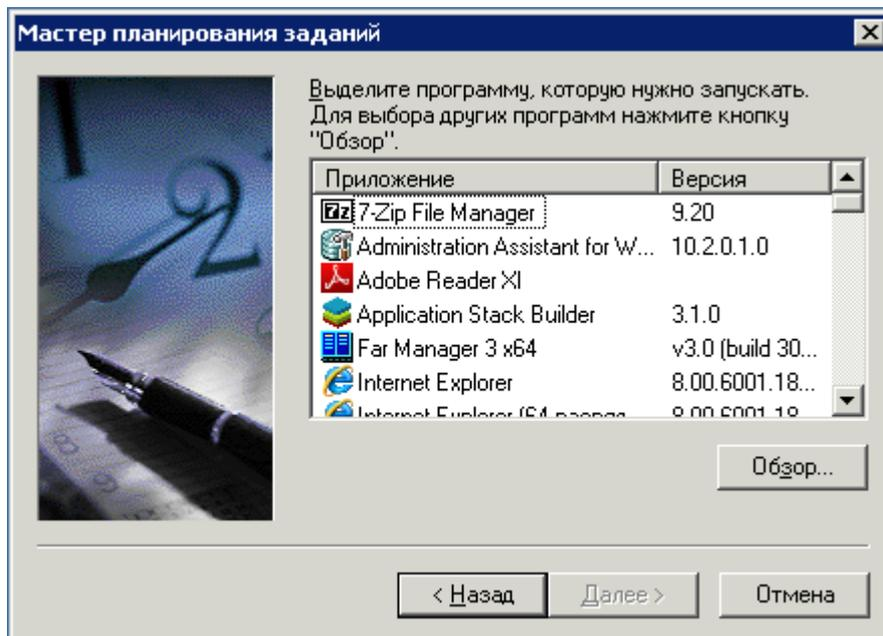
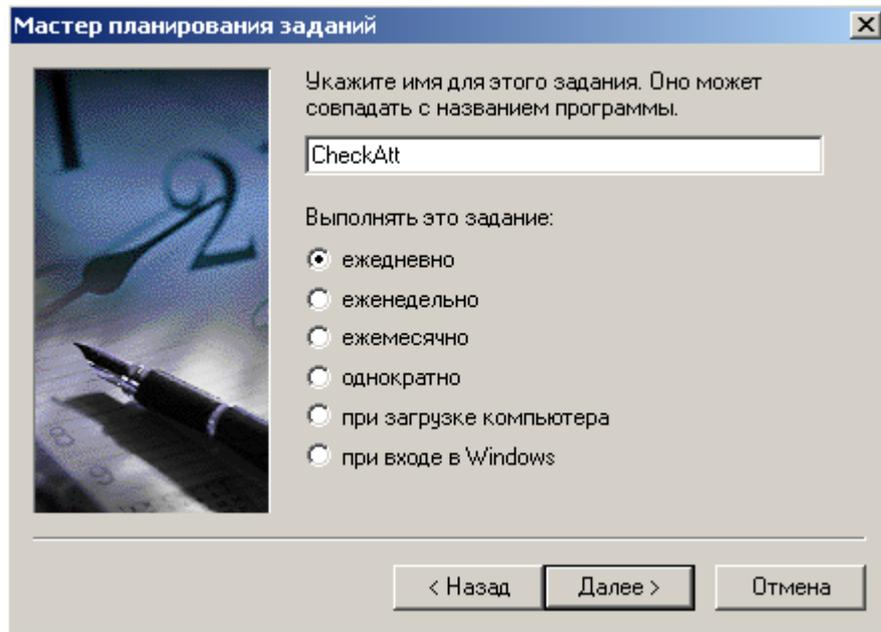

Рис. 11.
Рис. 12.
3) Нажать кнопку **Далее**. Откроется окно (рис. 11). Нажать кнопку **Обзор**, выбрать файл **CheckAtt.exe** (или **CreateMessagePTO\_CP.exe**, **CheckProvT.exe**, **DeleteSchedule.exe**, **RSchedule.exe**) из папки `\\SSD3\scheduled tasks\Sborka\` и нажать кнопку **Открыть**. Откроется окно (рис. 12). ПМ **Microelectronics.exe** выбрать из папки `\\SSD3\exe_sborka\crystal_c`.